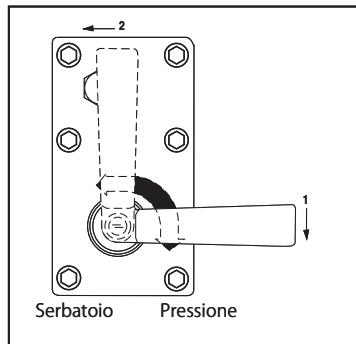

*Figura 6*
- c. Abbassare la leva verso il basso fino alla posizione di arresto per avere la massima prestazione. La leva può essere abbassata sotto all'arresto per il funzionamento in folle (vedere la Figura 6).